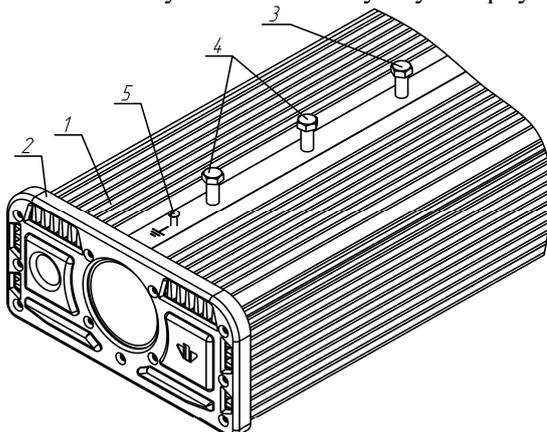

Рисунок 2 Установка светильника
2.2.1. Затяните упорный болт (рисунок 2 поз.3).
2.2.4. Установите светильник на консоль до упора в болт (рисунок 2 поз.3).
2.2.5. Затяните два болта фиксирующие светильник (рисунок 2 поз.4).
2.2.8. Подключите провод внешнего заземления к винту (рисунок 2 поз.5) расположенному на корпусе светильника имеющему маркировку « $\perp$ ».